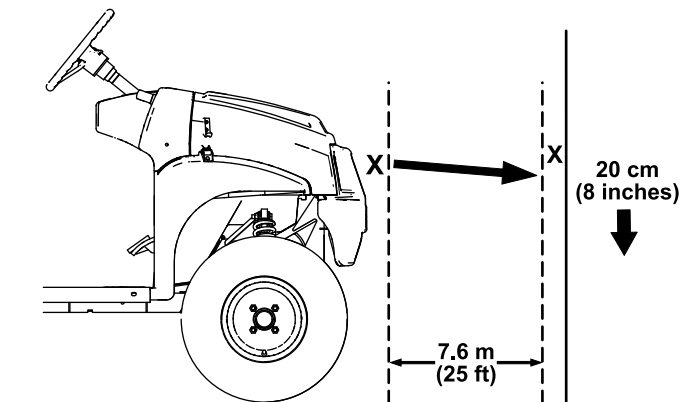

図 50
1. 平らな場所で、ヘッドライトを壁に向け、ライトと壁の距離が 7.6 m 程度になるように駐車する 図 50。
ヘッドライトのビームの最も明るい部分が、壁に付けた印の約 20 cm 下を照らしていればよい 図 50。